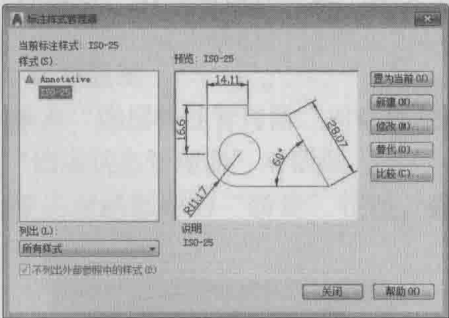

图 1-18 “标注样式管理器”对话框
1. 单击“注释”面板中的“标注样式管理器”按钮，弹出如图1-18所示的“标注样式管理器”对话框。